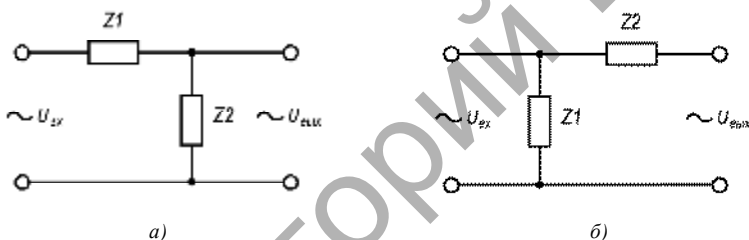

Рисунок 2.21
**Задача 2.20.** Составить схему замещения цепи (рис. 2.21) и определить значения активного, индуктивного и ёмкостного сопротивлений её элементов. Вычислить выходное напряжение  $U_{\text{вых}}$  при входном напряжении  $U_{\text{вх}} = 20$  В, и частоте тока  $f$ . Записать аналитические выражения для входного и выходного напряжений, используя исходные данные таблицы 2.20.